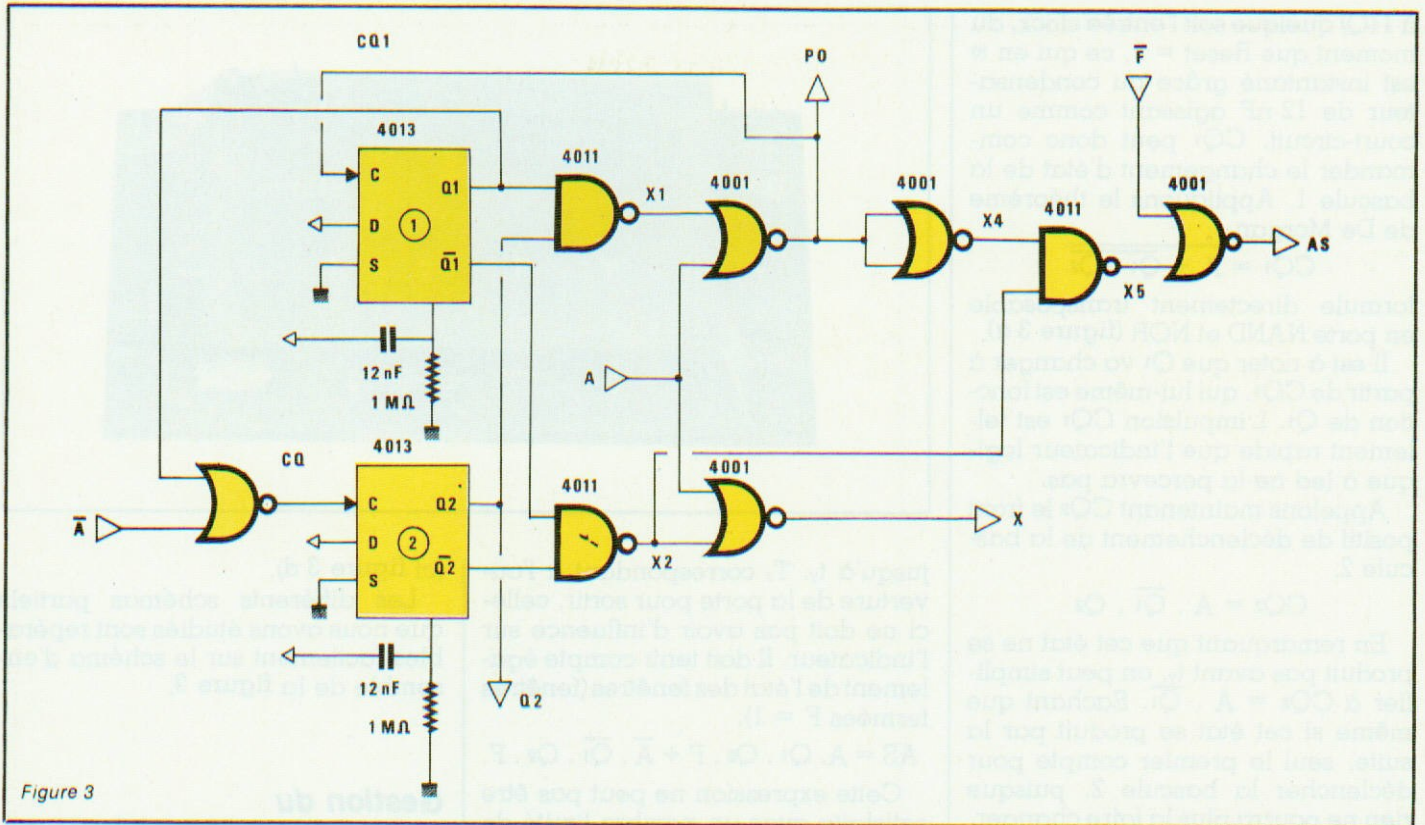

Figure 3
**Production du signal d'alarme (figure 3)**
Les deux bascules D utilisées sont initialisées à la mise en route par l'intermédiaire des circuits 12 nF, 1 MΩ. ( $Q_1 = 1, \bar{Q}_1 = 0 ; Q_2 = 1, \bar{Q}_2 = 0$ ). Cet état ne doit pas changer en  $t_1$ . (N.B. par rapport à la figure 3,  $Q_1 = Q_2 = \bar{Q}, \bar{Q}_1 = \bar{Q}_2 = Q$ ).
Figure 3 b
Figure 3 a
Figure 3 c
Figure 3 d
formule directement transposable en porte NAND et NOR (figure 3 a).
Transposable directement comme l'indique la figure 3 b.
(réalisé en figure 3 c)
(cf figure 3 d).
Les différents schémas partiels que nous avons étudiés sont repérables facilement sur le schéma d'ensemble de la figure 3.